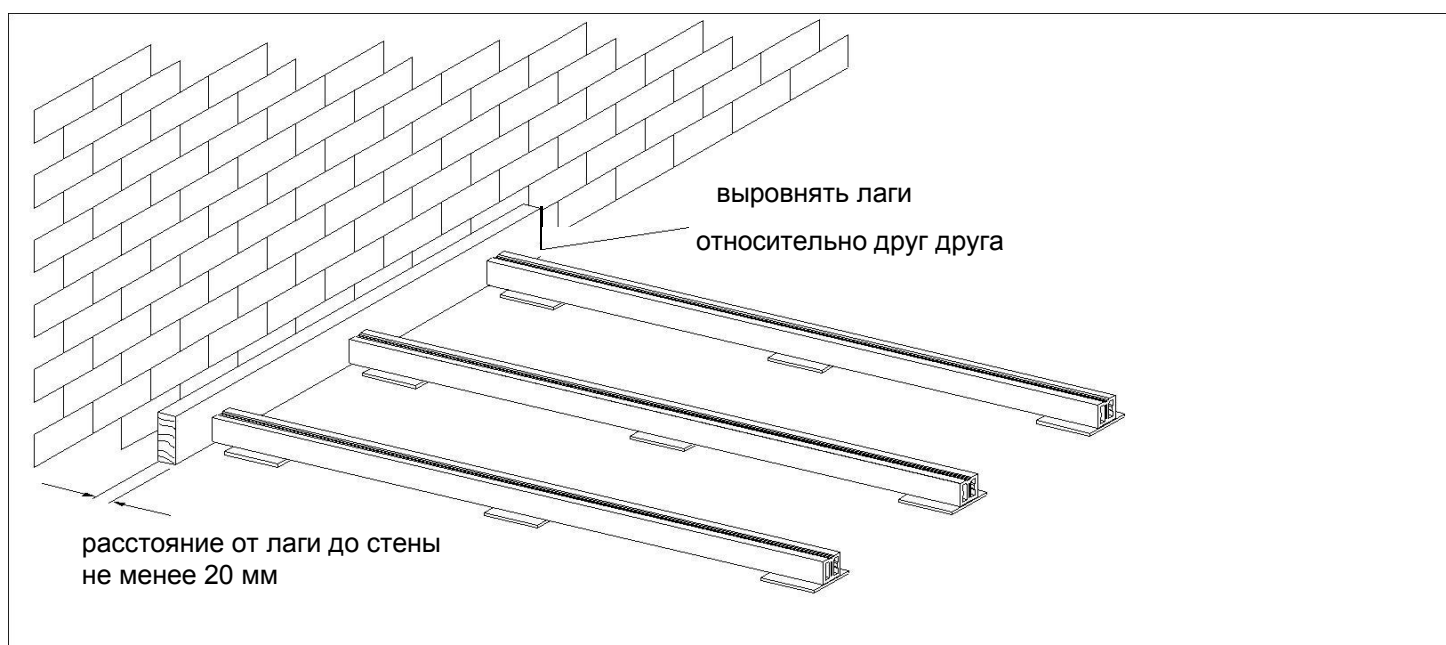
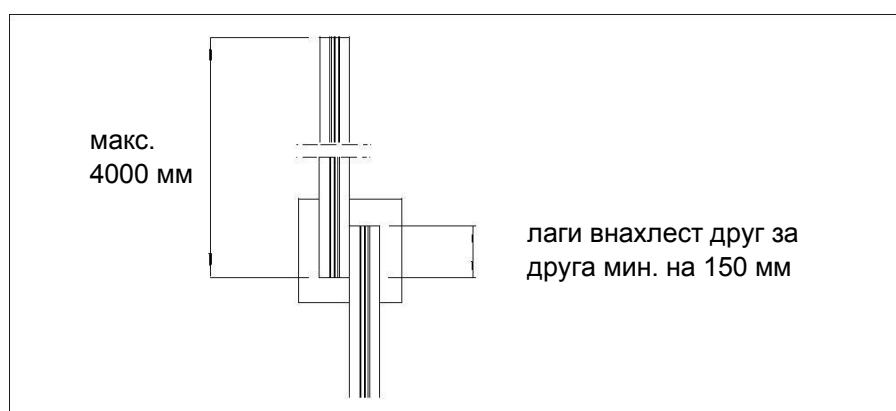

Рис. 6
Рис. 7
- Расстояние между стеной и лагой должно составлять не менее 20 мм (рис. 6). Лаги должны быть выровнены между собой (рис 6).
- Лаги, при необходимости их продолжения, укладываются внахлест друг за друга на 150 мм и крепятся перфорированной металлической лентой (рис.7).
- При закреплении лаг к основанию с помощью металлической перфорированной ленты предусмотрите зазор в 10 мм от каждого края лаги до линии перегиба перфоленты (рис.6) для компенсации температурного расширения.
- Учитывайте линейное расширение композитного материала – 3 мм на 1 погонный метр доски. Оставляйте зазоры между торцами террасных досок – минимум 4-5мм (рис.6, рис.7) для компенсации линейного расширения материала.